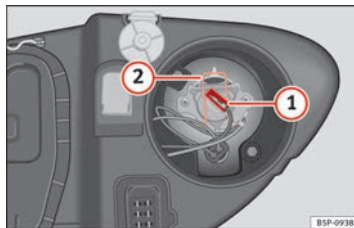

Fig. 187 Luz de carretera.
- Extraiga el conector ⇒ fig. 187 ① de la lámpara. ►
- Presione el resorte ⇒ fig. 187 ② hacia dentro y hacia la derecha.